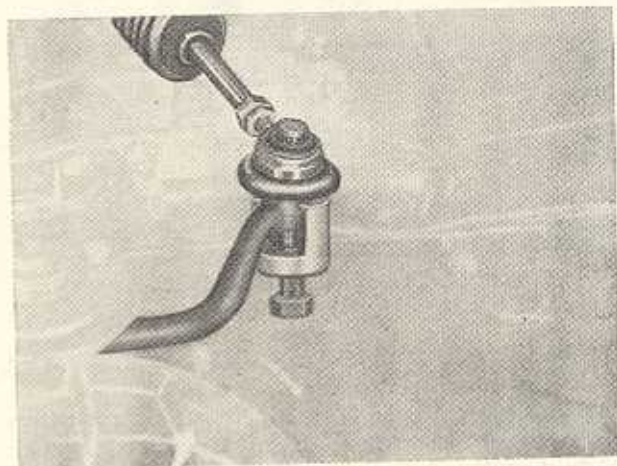

Bild F 15. Abdrücken des äußeren Spurstangengelenkes mit Abdrücker W-83 583/1
3. Äußere Spurstangengelenke nach dem Entfernen der Splinte und Kronenmutter mit Abdrücker W-83 583/1 abdrücken (Bild F 15).